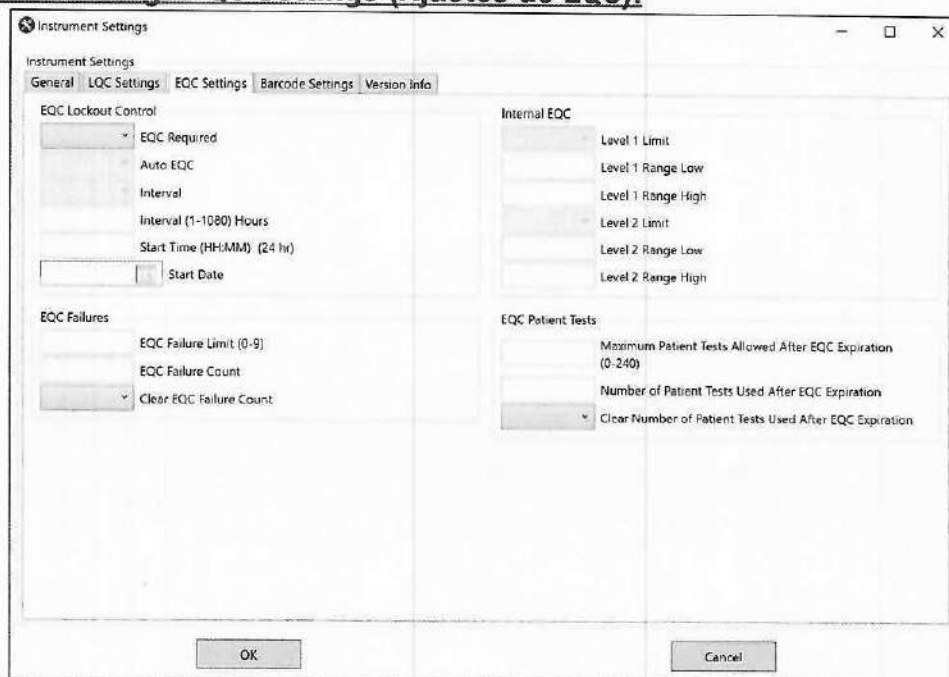

Figura 91: CCM – Cuadro de diálogo EQC Settings (Configuración de EQC)
- EQC Settings** (Configuración de EQC): consulte la Figura 91 y la Tabla 16 (página 88).